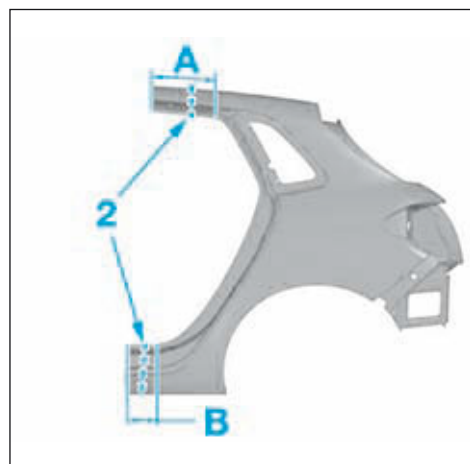

FIG.88
- Tracer puis découper en (2) (Fig.88).